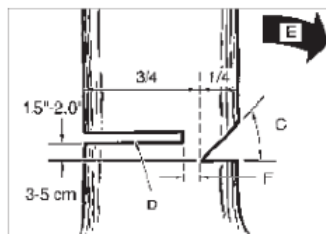

Fig 10b
passare davanti agli alberi con nastro adesivo. Eseguire il taglio di abbattimento (D) sul lato opposto dell'albero e 3 - 5 cm (1,5 - 2,0 pollici) sopra il bordo del rubinetto (C) (Fig. 10b)